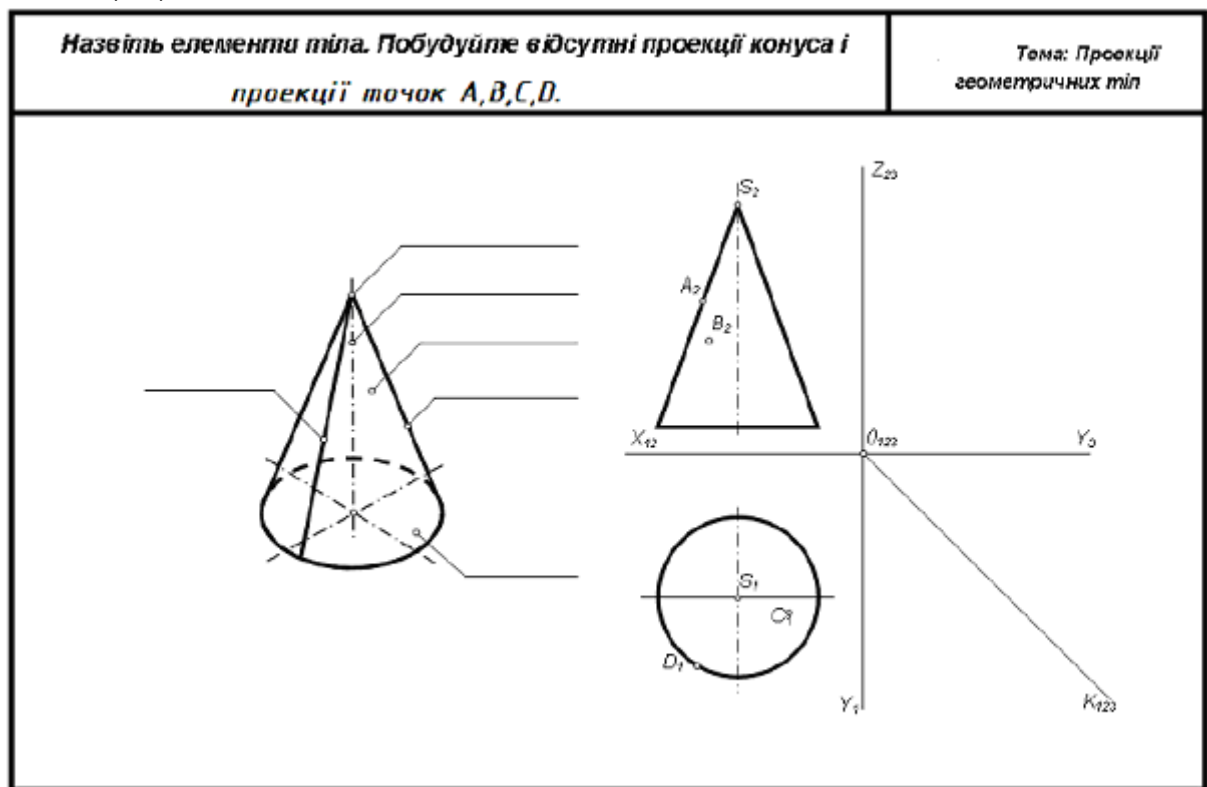

Рис. 12 – завдання № 4 г.
9. Далі треба добудувати відсутні проєкції точок, які належать поверхні циліндра. У завданні № 4 г (рис. 12) – треба побудувати профільну проєкцію прямого кругового конуса. Вісь конуса перпендикулярна до горизонтальної площини проєкцій (Π_1).